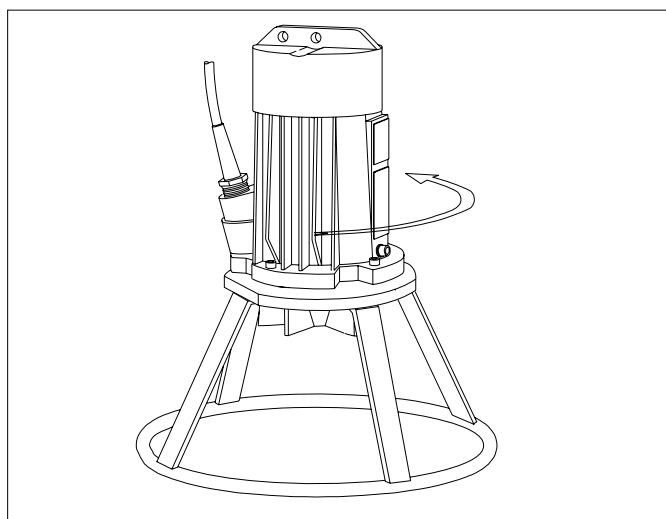

Fig. 5.3
- 2- Bij het starten zal de mixer een reactie geven tegengesteld aan de draairichting van de waaier. Bij verticale positie (zie fig.5.3), zal deze ruk tegen de wijzers van de klok ingaand (gezien vanaf de govenzijde van de motor).